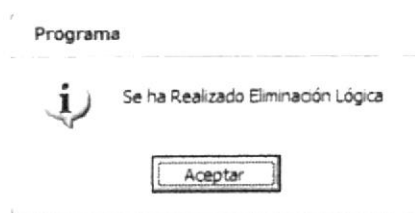

Figura 3.72 Mensaje de Eliminación de Grupos de Artículos
3. Si se ha realizado la eliminación aparecerá el mensaje (Ver figura 3.72)